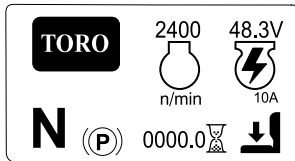

図 20
- **主画面** 図 20: キーが ON 位置にある時に、マシンの現在の情報を表示します。